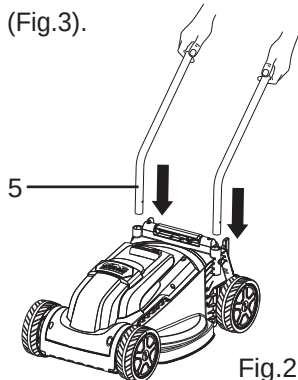
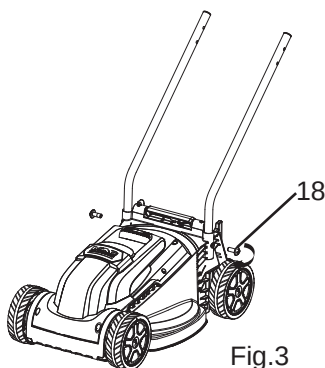

Fig.2
Fig.3
- > Insérez les barres de la base du guidon (5) dans les fentes situées sur le boîtier de la tondeuse (Fig.2). Verrouillez la fixation à l'aide des vis (18) (Fig.3).